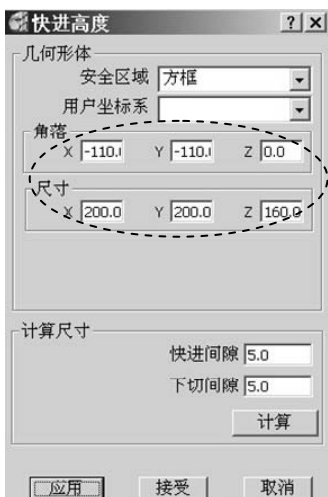
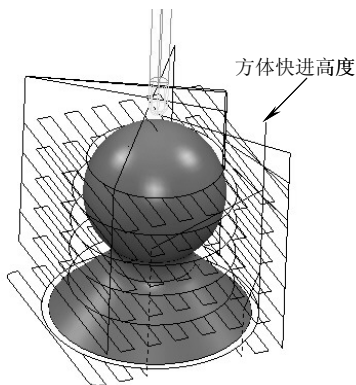

图 2-33 方框参数设置
图 2-34 方框快进刀具路径
4) 在“快进高度”表格中, 设置安全区域为方框, 其余参数按图 2-33 所示设置 (完成后不关闭该表格), 系统计算出图 2-34 所示刀具路径。